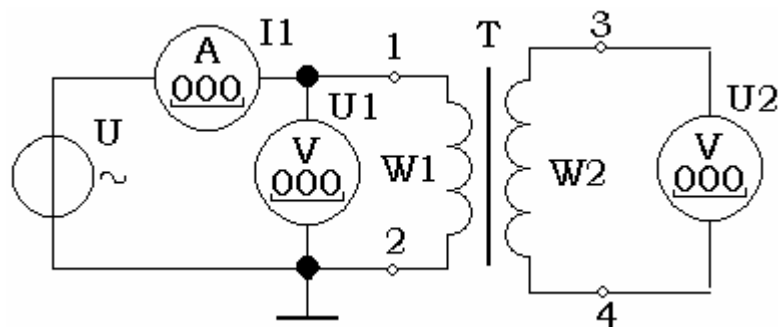

Рис. 10 - Включение трансформатора
1. Определите индуктивности  $L_1$  первичной обмотки трансформатора. Для этого соберите схему рис.10. Подключите ко входу схемы источник напряжения переменного тока. Установите напряжение источника  $U$  и его частоту в соответствии с заданным вариантом. Вольтметры и амперметр включите в режим измерения сигнала переменного тока (AC). Сопротивление вольтметра установите равным 1 МОм, амперметра – 1 Ом.